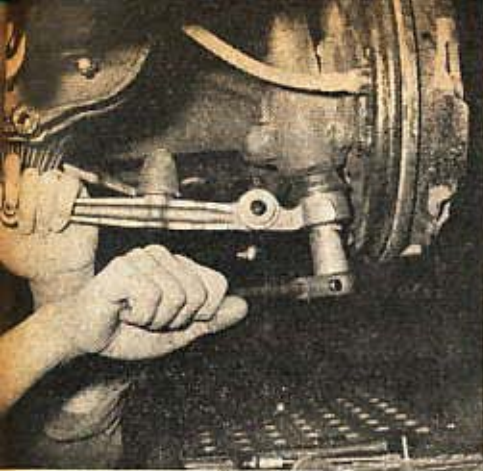

Fig. 124. — Dépose de l'écrou de fixation de rotule
- Déposer l'écrou de fixation de la rotule à l'aide de la clé 8.0902 A (fig. 124).